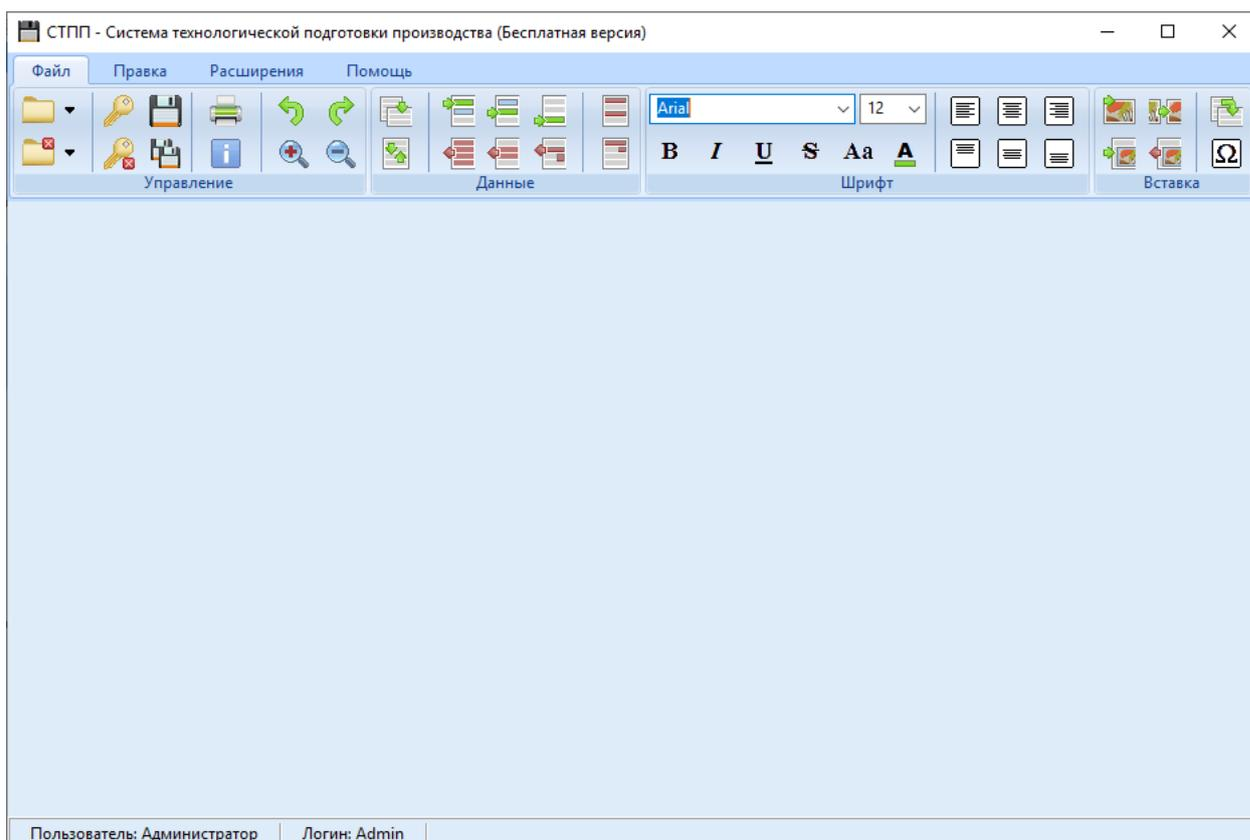
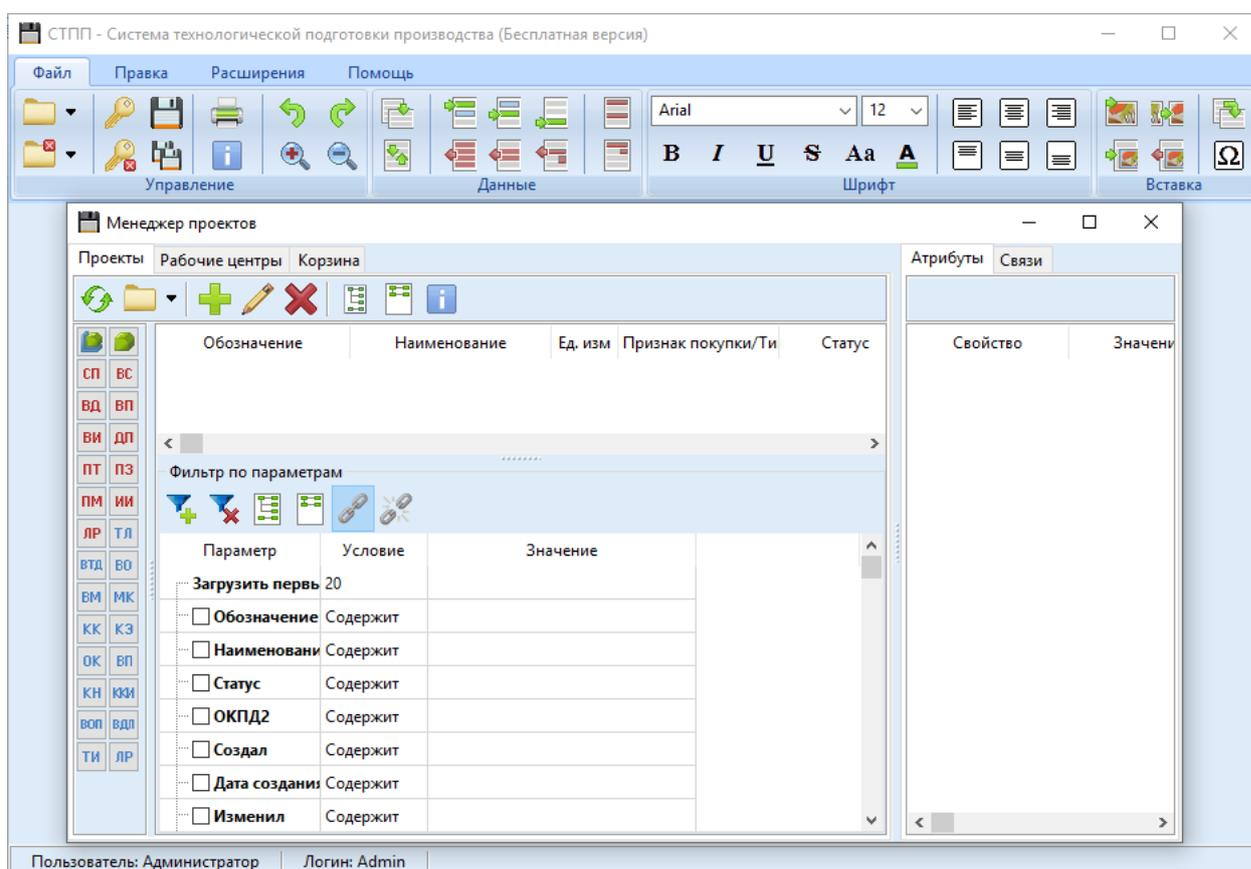

Рис. 3 — Основное окно системы.
Рис. 4 - Внешний вид системы
В случае успешного ввода логина и пароля отобразится основное окно системы (Рис. 3).
4.1.1 СТПП состоит из 2х окон — главного окна системы (Рис. 3) и «Менеджера проектов» (Рис. 4).